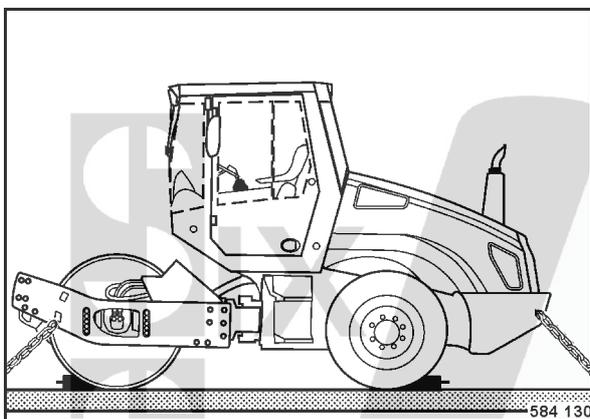

fig. 70
- Arrimer la machine sur le moyen de transport (fig. 70) par les quatre oeillets des châssis avant et arrière.